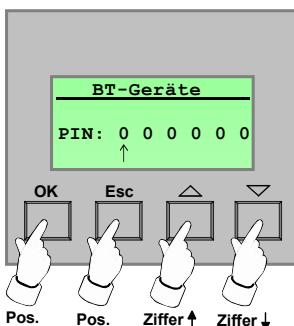

Bild 30: PIN Eingabe
3. An dieser Stelle ist es möglich, dass der Bediener dazu aufgefordert wird, eine PIN einzugeben (Bild 30). Die 6-stellige Identifikationsnummer kann das Gerät auf Benutzerebene vor unbefugtem Fremdzugriff schützen.